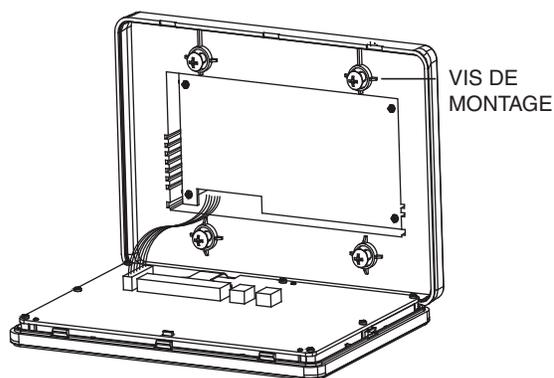

Fig. 3 — Fixation de la plaque de montage arrière
- Fixez la plaque de montage arrière directement dans l'ouverture murale à l'aide de 4 vis et acheminez le câble de commande comme indiqué dans la fig. 3.